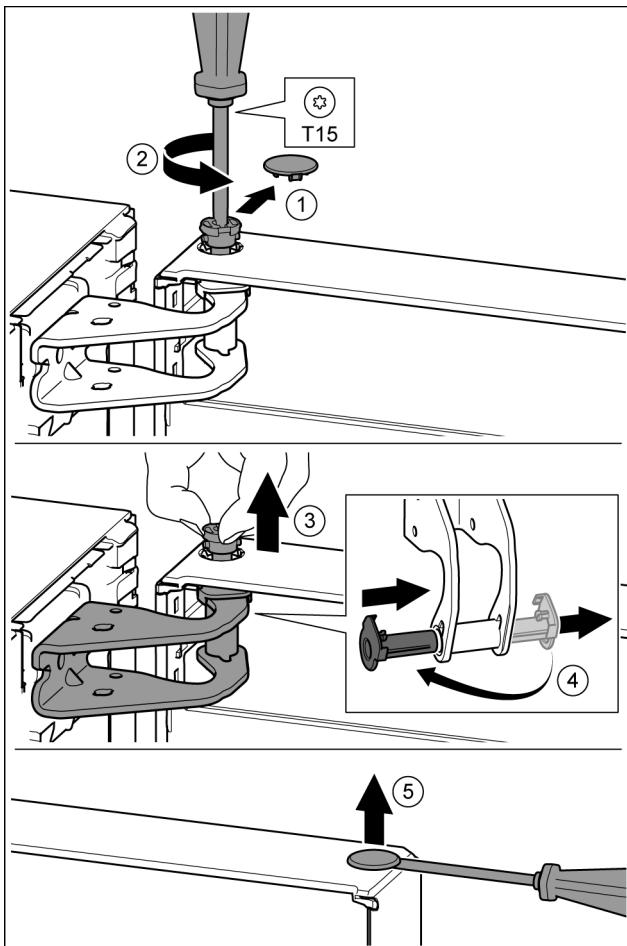

Fig. 13
- Обережно зніміть запобіжну кришку. Fig. 13 (1)
- Трохи викрутіть гвинт за допомогою викрутки T15. Fig. 13 (2)
- Притримуйте дверцята і витягніть палець руками. Fig. 13 (3)
- Витягніть із напрямної опорну втулку. Встановіть і зафіксуйте з іншого боку. Fig. 13 (4)
- За допомогою шліцевої викрутки обережно підйміть пробку із опорного втулка дверцят та витягніть її. Fig. 13 (5)